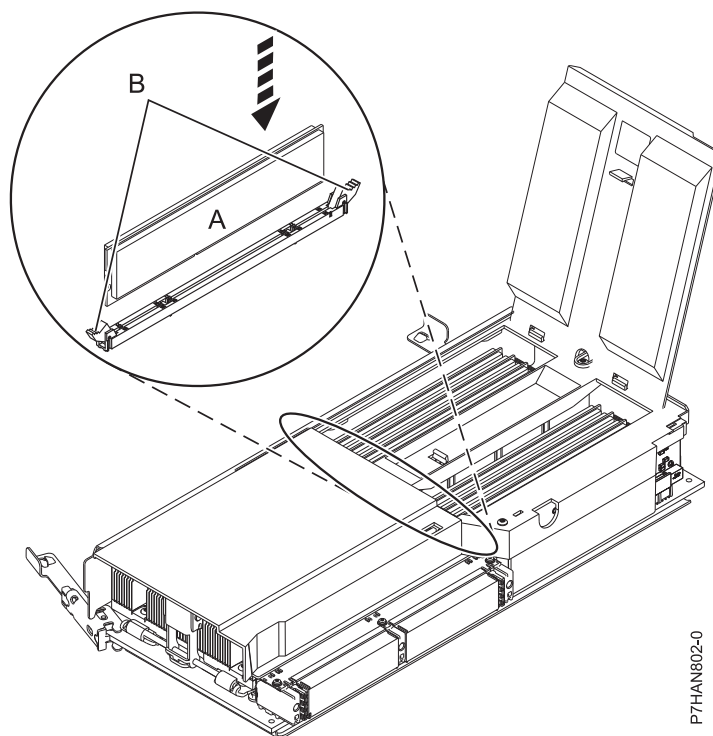

図6. メモリー・モジュールの取り替え
7. 10 ページの図 6 に示すように、メモリー・モジュールをコネクタ (A) にしっかり差し込みます。
8. 10 ページの図 6 に示すように、メモリー・モジュール・コネクタの各端にあるロッキング・タブ (B) でメモリー・モジュールを固定します。